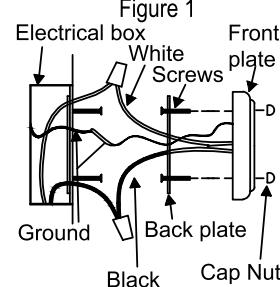

Figure 1
Step 1: Refer to figure 1. Attach bracket to electrical box using the box screws or mounting screws provided with your fixture. (Note: for Style #3 (backplate) use wall anchors provided to secure to wall)
Étape 1 : Consultez la figure 1. Fixez le support au boîtier électrique au moyen des vis du coffret ou des vis de montage fournies avec votre luminaire. (Remarque : Pour le style 3 (plaqué arrière), utilisez les ancrages muraux fournis pour fixer le luminaire au mur.)